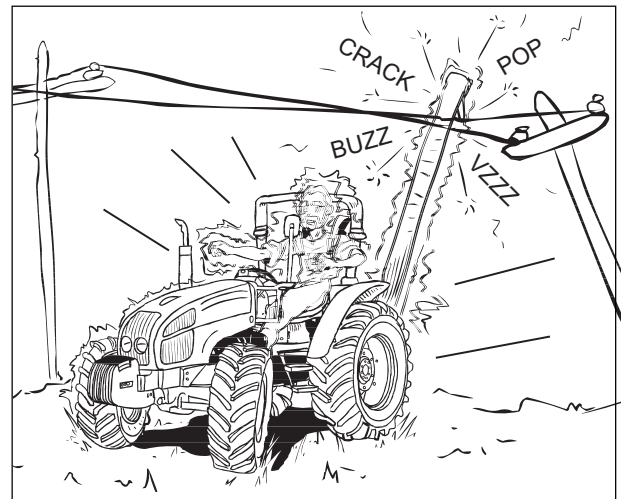

Fig. 2-15
**ADVARSEL:** Kontakt med bøjspændingsledninger kan medføre dødsfald. Forlad IKKE traktoren i tilfælde af kontakt med spændingsførende ledere. Betjen derimod traktoren og/eller liftens således, at kontakten ophæves. Overhold sikkerhedsafstanden (fig. 2-15).